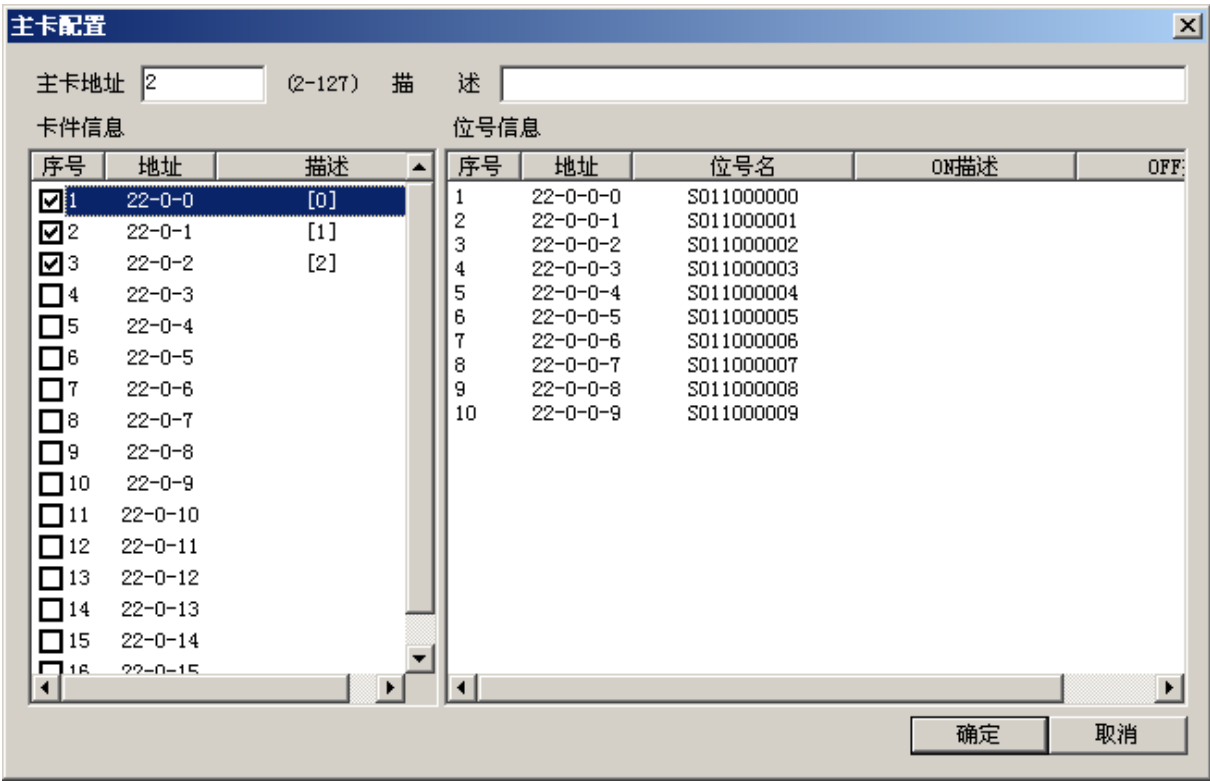

图 6-34 SOE 从卡配置
- 2.SOE从卡FW369 在SCKey中组态，组态完成后，才能在图 6-34 所示的界面中进行配置。